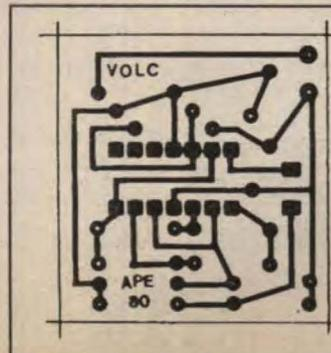

Fig. 2
- FIG. 2 - *LAY OUT* DO CIRCUITO IMPRESSO ESPECÍFICO - Pequena e simples, porém com uma arranjo de ilhas e pistas um *tiquinho apertado* de modo a favorecer a compactação geral do dispositivo... Assim, nossos *leiautistas* utilizaram ilhas menores do que o padrão, e trilhas também um pouquinho mais finas... Nada para *assustar*, contudo! O desenho é muito fácil de ser reproduzido com carbono, já que representa a face cobreada do impresso, em rigorosa escala 1:1 (tamanho natural). Basta utilizar um pedaço de fenolite recortado nas dimensões indicadas na **LISTA DE PEÇAS**... A sequências das providências de confecção é mais do que conhecida de todos (quem for muito novato, deverá pedir e ler os exemplares de Coleção, tanto de APE quanto da *ex-independente* ABC e - eventualmente - também recorrer ao encarte permanente: **INSTRUÇÕES GERAIS PARA AS MONTAGENS**, na busca de informações essenciais aos bons